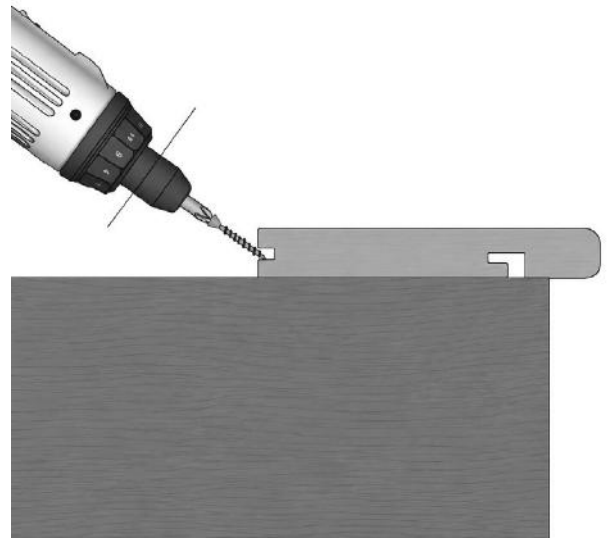

FIG. 22 – RANDDIELE DURCH DIE CLIP-NUT BEI 45° VERSCHRAUBT
- 02 Wenn die Randdiele an Ort und Stelle ist, schrauben Sie in einem Winkel von 45° durch die Nut des verdeckten Clips und befestigen Sie sie am Balken (fig. 22). Bohren Sie Vorbohrungen in die Terrassendielen vor, die 2 mm breiter als der Schraubenschaft sind; drehen Sie die Schrauben nicht zu tief in die Terrassendielen, um ein Splintern des Materials zu vermeiden.